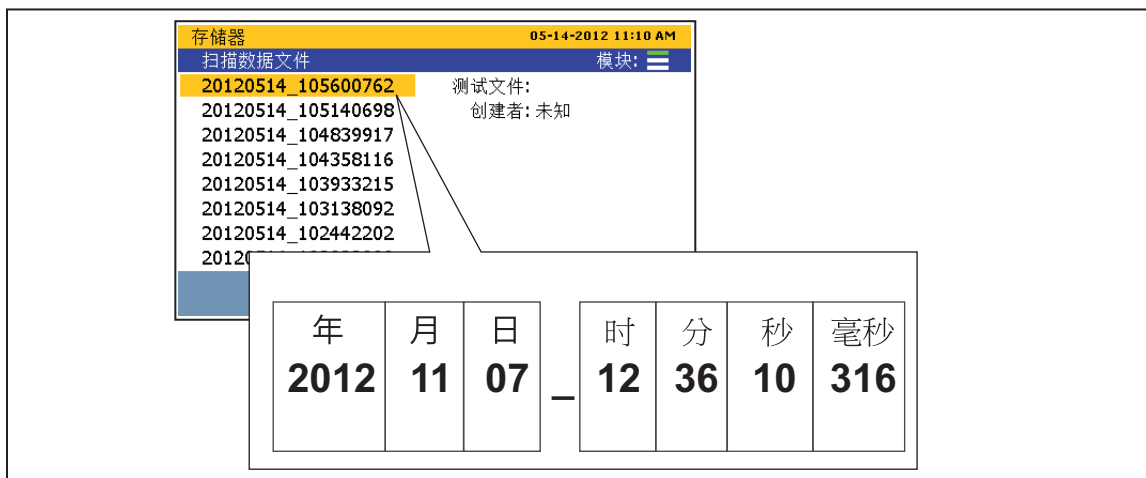

图 4-7.扫描数据文件命名方法
- e. 双击 **scan** 文件夹可看扫描数据文件或者双击**数字万用表**文件夹查看数字万用表数据文件。数据文件保存在以记录扫描或者测量数据时的时间戳命名的文件夹中。图 4-7 中描述了这种文件命名方法。